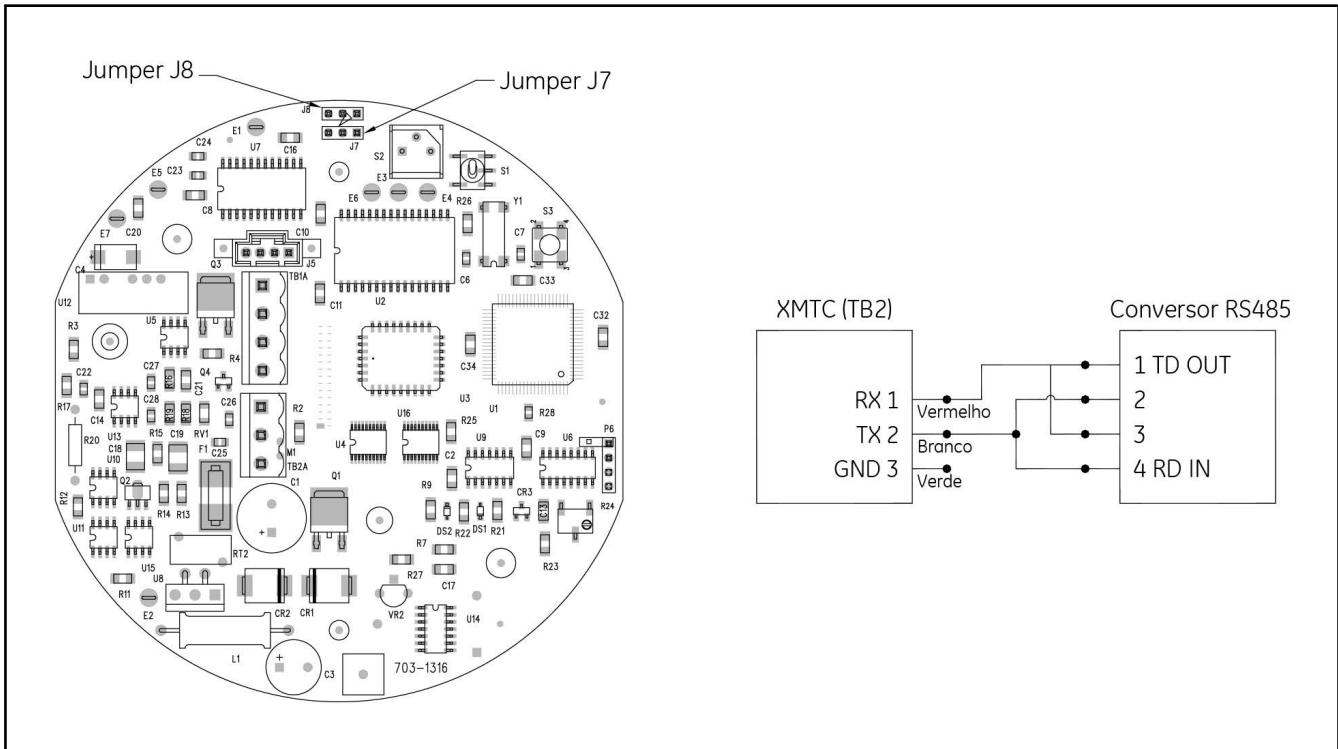

Figura 8: Locais do Jumper e Conexões RS485
- a.** Localize os jumpers J7 e J8 na PCB principal, usando Figura 8 abaixo como um guia. Mova os jumpers do lado esquerdo (RS232) para o lado direito (RS485).
- b.** Conecte a outra extremidade do cabo ao conversor RS485, como mostrado em Figura 8 abaixo.